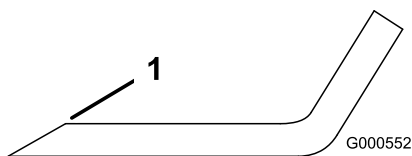

Figure 59
1. Au moyen d'une lime, aiguisiez les tranchants aux deux extrémités de la lame (Figure 59).
Remarque: Si la lame est déséquilibrée, limez un peu l'extrémité de l'ailette seulement (Figure 59).